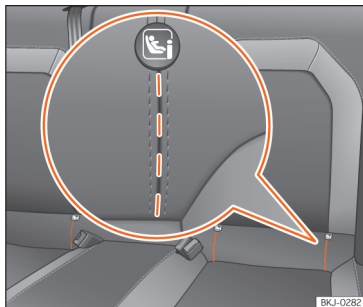

Abb. 37 Rücksitz: eingetragene Schlitze für Zugriff auf die ISOFIX/i-Size-Halteösen.
Der Einbauort der ISOFIX/i-Size-Befestigungspunkte ist durch ein Symbol »» (Abb. 37) gekennzeichnet. Bei bestimmten Fahrzeugen sind die Halteösen am Sitzgerüst, bei anderen am Ladeboden befestigt.
- Öffnen Sie vorab per Hand den eingetragten Bereich hinter den markierten Schlitzen, um an die Halteösen zu gelangen »» (Abb. 37).